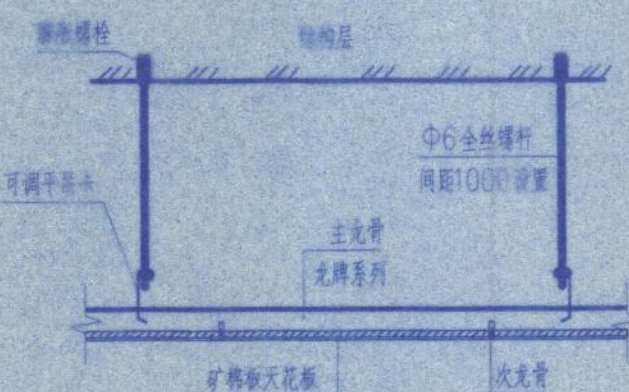

图2
- 3、天棚:一、二、三层、⑩~⑪轴、⑬~⑭轴的办公室、休息室、更衣室做吊顶,①~③、⑤~⑥轴二层作吊平顶。(一层⑩~⑪、⑬~⑭轴的库房除外),做法详图2高度保证室内净空为3.200m。所有吊顶房间、窗均设留灯盒,留灯盒长度按留灯盒每边各加500mm。